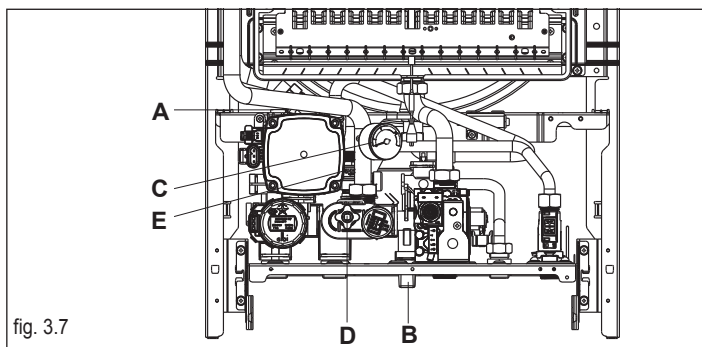

fig. 3.7
Per i riferimenti ai vari componenti consultare il disegno raffigurato in fig. 3.7. Effettuati i collegamenti idraulici, si può procedere al riempimento dell'impianto di riscaldamento.
- collegare il tubetto in gomma, fornito di serie, alla valvola di scarico caldaia D (fig. 3.7)